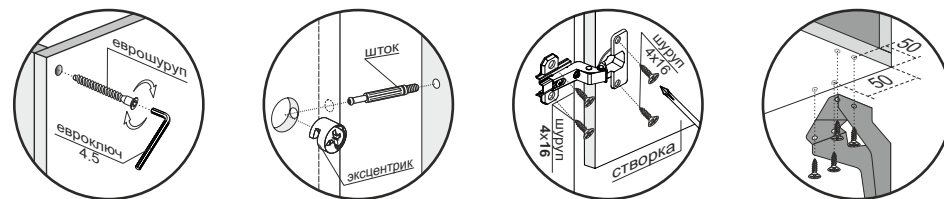

Рис.1
1. К правой боковине (1) и поперечине (2) прикрутить направляющие шурупами 4x16 (рис.1).
2. Соединить боковины (1), поперечину (2) и крышу (5) еврошурупами (рис.1).
3. Вставить в пропилы боковин (1) и крыши (5) заднюю стенку, состоящую из ХДФ (8). Затем на собранную часть изделия установить крышу (4), используя еврошурупы. Замерить диагонали секции (они должны быть равны: +/- 2 мм). Закрепить ХДФ (8) с помощью фиксаторов с шурупами. К поперечине (2) прибить ХДФ (8) гвоздями 2x20 (рис.1).
4. В крышу (4) вставить полкодержатели и установить на них крышу (3), затем стянуть крышу (3,4) между собой с помощью шурупов 4x30 (рис.1).
5. Шурупами 4x16 П/Ш прикрутить опоры № 25 к крыше (5). Оптимальное расстояние крепления опоры 50 мм от каждого края крыши (5) до первого отверстия в опоре № 25 (рис.1).
6. Опору № 7 необходимо расположить под поперечиной (2) ближе к задней стенке и зафиксировать шурупами 4x16 (рис.1).
8. **Только после окончательной сборки** навесить створку (10) на короб тумбы, используя петли и шурупы 4x16 (рис.1). Отрегулировать петли.
9. Прикрутить ручку к створке (10) винтами М4x10 (рис.1).